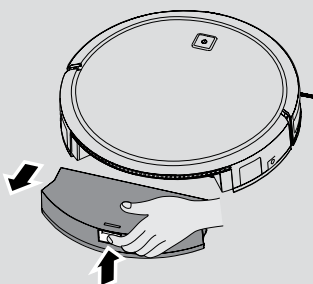

Fig. 17
1. Tryk på udløserknappen og træk den ud. [Fig. 17]
2. Tryk på støvbeholderens udløsningsknap, og fjern støvbeholderen fra Robot. [Fig. 17]